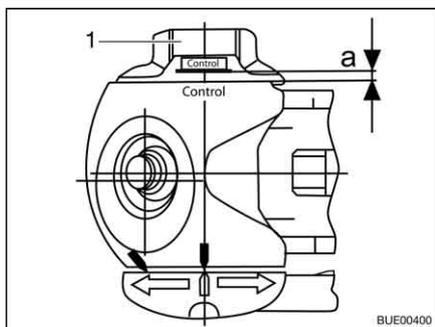

Bild 203 Verschleißkontrolle
- Handrad (Bild 203,1) zudrehen, bis die Drehmomentbegrenzung hörbar und spürbar durchratscht. Drehrichtung: im Uhrzeigersinn.
- Abstand  $a > 0$  (Bild 203): Verschleiß innerhalb des zulässigen Bereiches.